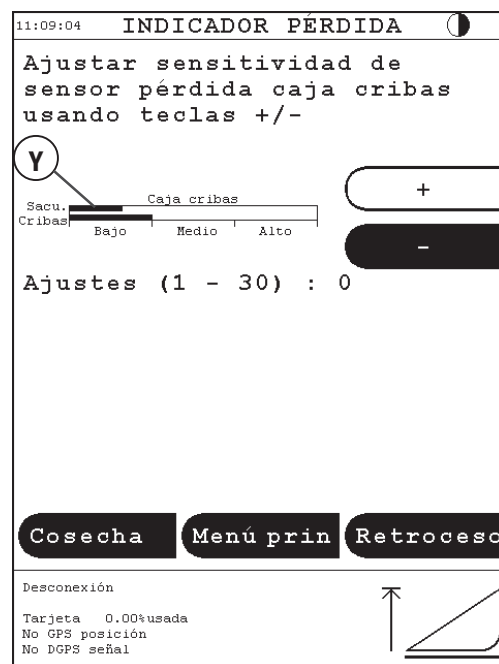

Fig. 3
Puede utilizar el mismo procedimiento para ajustar la barra (Y) de la caja de cribas, Fig. 3.